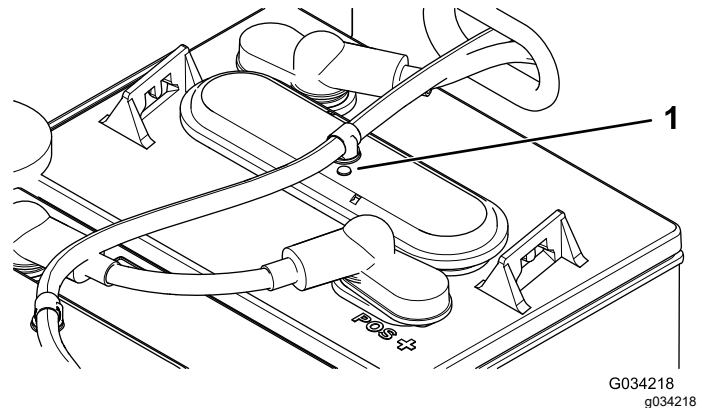

Bild 38
3. Prüfen Sie die Augen an jeder Batterie, ob sie schwarz oder weiß sind (Bild 38).